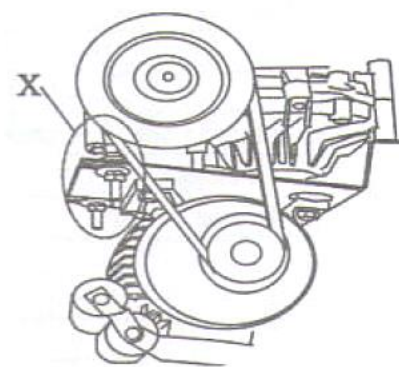

Рис. 9
- c. В случае потери мощности следует проверить натяжение приводного ремня: снять левую панель корпуса шиномонтажного станка, открутив 4 винта крепления. Натянуть приводной ремень с помощью специального регулировочного винта X на опоре электродвигателя (рис. 9).